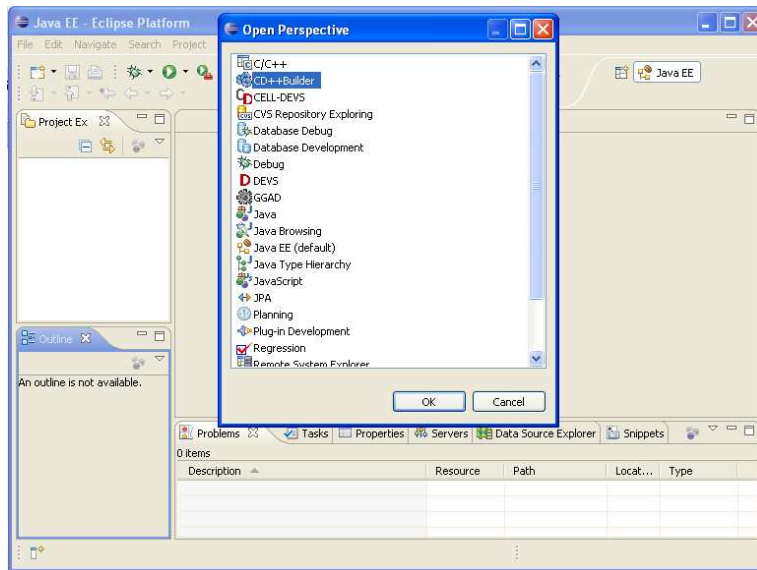

Figura 2.6 Creación de un Proyecto en CD++. Paso 1.
1. Abrir Eclipse con la Perspectiva *CD++Builder*. Para ello hacer click sucesivamente en *Window – Open Perspective – Other*. En la ventana que aparece seleccionar *CD++Builder* y pulsar *OK*. Ver Figura 2.6.